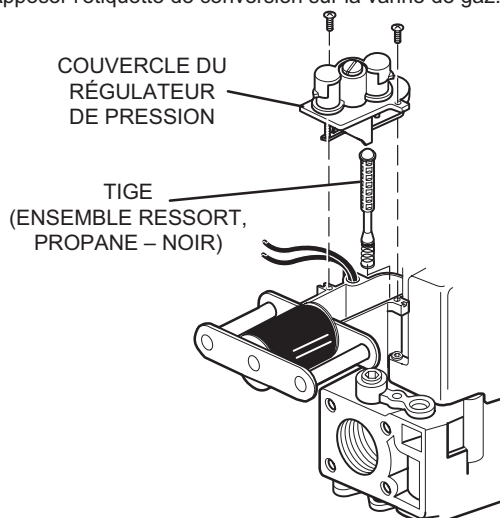
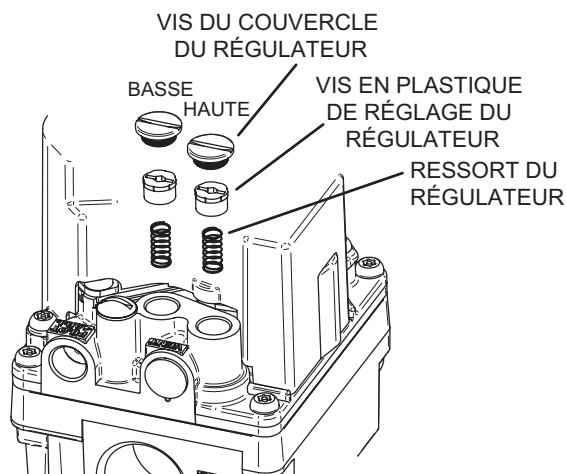

FIGURE 2
FIGURE 3
- 8 - Installez les ressorts. Reportez-vous à la FIGURE 2 ou à la FIGURE 3 et les instructions du fabricant fournies avec l'ensemble de ressorts.